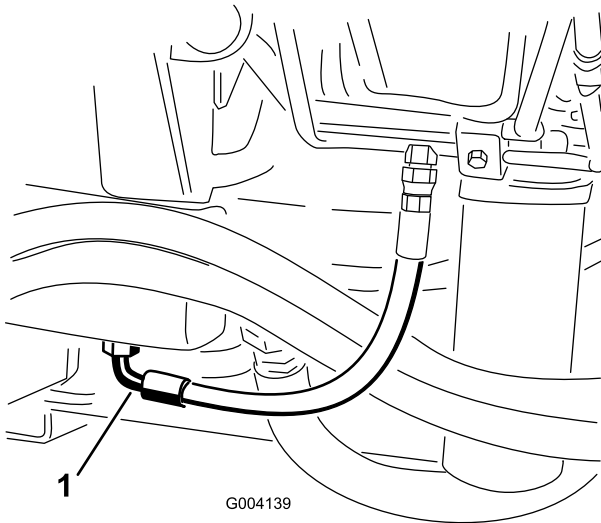

Bild 56
2. Stellen Sie eine große Auffangwanne unter das Anschlussstück, das unten am Hydraulikölbehälter befestigt ist (Bild 56).